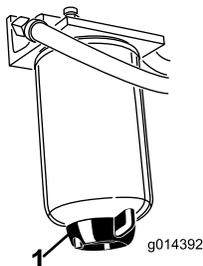

图30
每日从水分离器 图30 中排出水或其他污染物。
2. 松开滤清器过滤筒底部的排油塞 图30。